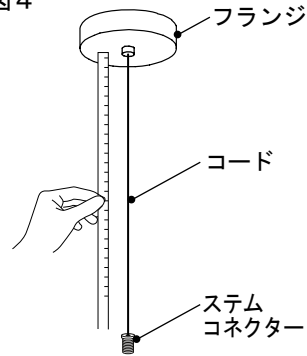

図5
- ・フランジの中央にある取付金具にコードをゆっくりと通して、プロテクションリングを中央の穴に押し込んでください。(図5参照)
- ※プロテクションリングには、1カ所にスリット(すき間)があります。このスリットの部分は、コード固定ネジが入る穴に対して90度になるように設定してください。(図5参照)